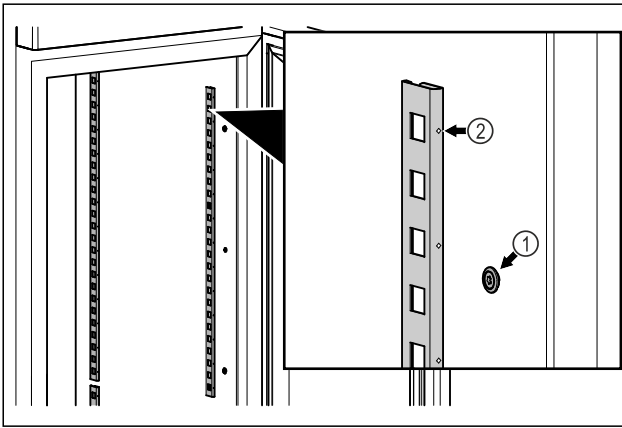

Fig. 56 Приблизне відображення
- ▶ Зачепити фіксувальну планку за підвіску Fig. 56 (1). Маркування Fig. 56 (2) повинно бути спрямоване вперед.